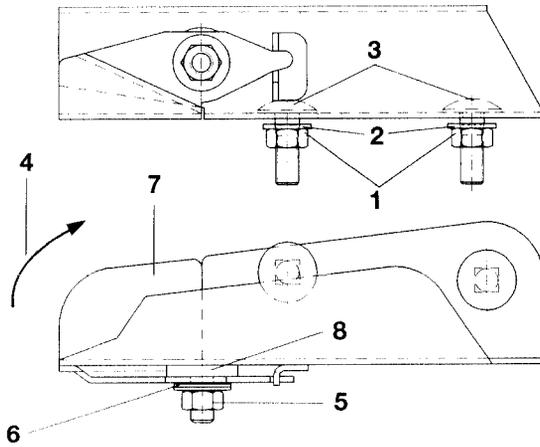

Fig. 9.2
- Desserrer l'écrou autobloquant (en laiton) (fig. 9.2/5) et le retirer avec les rondelles élastiques (fig. 9.2/6).
- Remplacer l'extrémité de l'aube relevable (fig. 9.2/7).
Veiller au positionnement de la rondelle en plastique (fig. 9.2/8) entre l'aube d'épandage et l'extrémité de l'aube relevable.